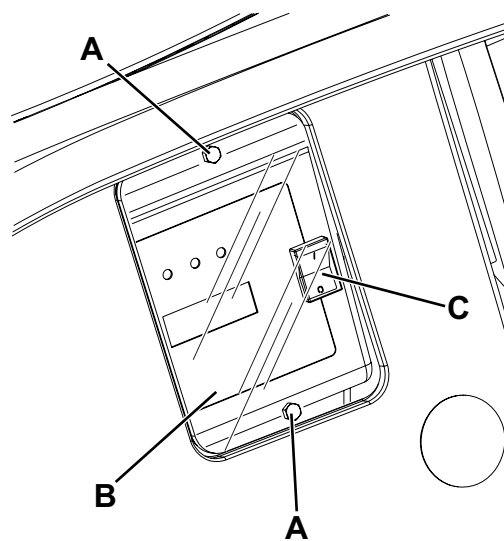

Рис. 2
7. Открутите винты окошка для проверки данных зарядного устройства (A, Рис. 2).
8. Снимите окошко (B).
9. Переведите селекторный переключатель зарядного устройства (C) в положение WET для свинцового аккумулятора или GEL для гелевого/agm аккумулятора.
10. Установите окошко (B) и затяните винты (A).